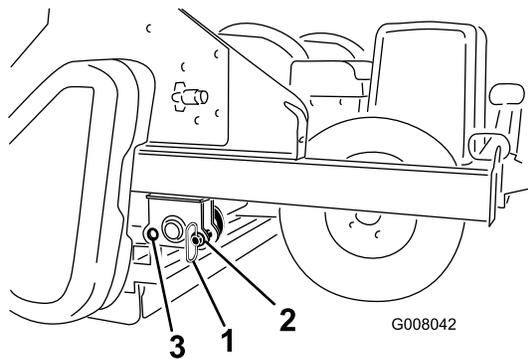

図 15
12. プロセッサを使う際には、格納保管用ピンを前穴から外して後穴に差し込んでください図 15。